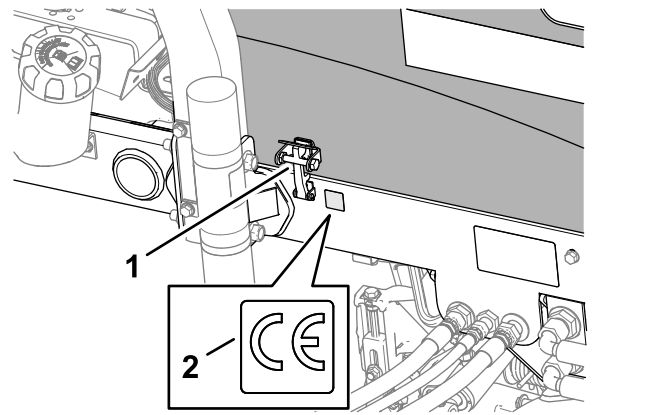

Bild 37
3. Reinigen Sie den linken Rahmen in der Nähe des Motorhaubenriegels mit Alkohol und lassen Sie den Rahmen trocknen (Bild 37).